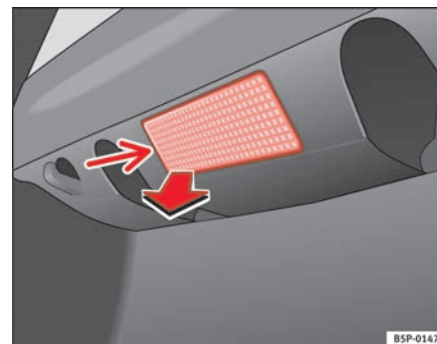

Fig. 198 Luz maletero
- Extraiga la tulipa haciendo presión sobre el borde de la parte interior de la misma -flecha- con ayuda de un destornillador por su parte plana. ⇒ fig. 198 ►